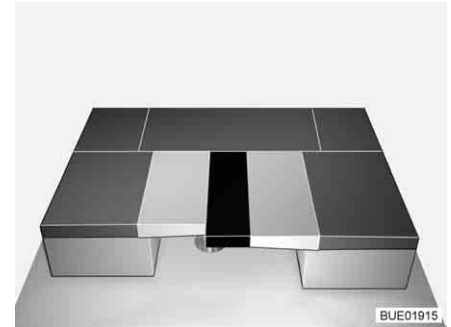

Fig. 107 Después de la transformación
- Empujar el cojín adicional entre los cojines de respaldo (véase Fig. 107).